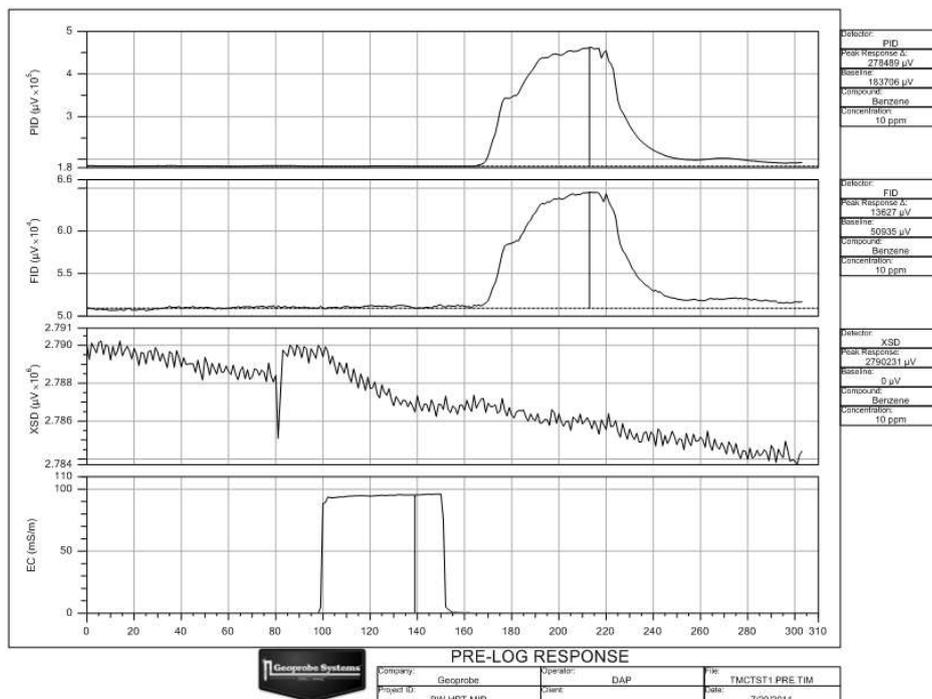

Figure 34 : Impression d'un test-réponse effectué avant profil (Pre-Log) – détecteurs PID-FID-XSD et signal EC.
1. La page de test-réponse qui sera imprimée mentionnera sur la droite le type de détecteur correspondant à la réponse, le niveau de la ligne de base et le pic de réponse, le type de composé utilisé et sa concentration (Figure 34).